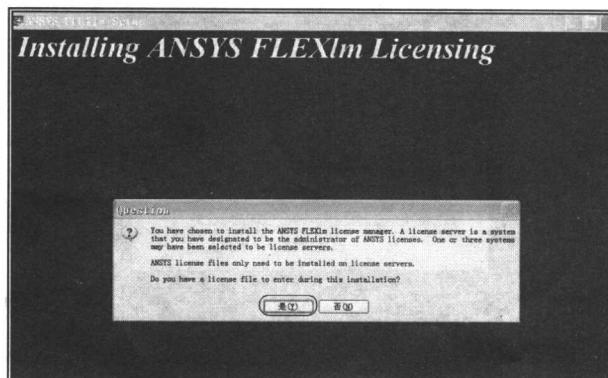

图 1-11 ANSYS 许可文件设置
⑪ 出现确定 ANSYS 许可文件设置界面如图 1-11 所示，单击 Next 按钮进行下一步安装。